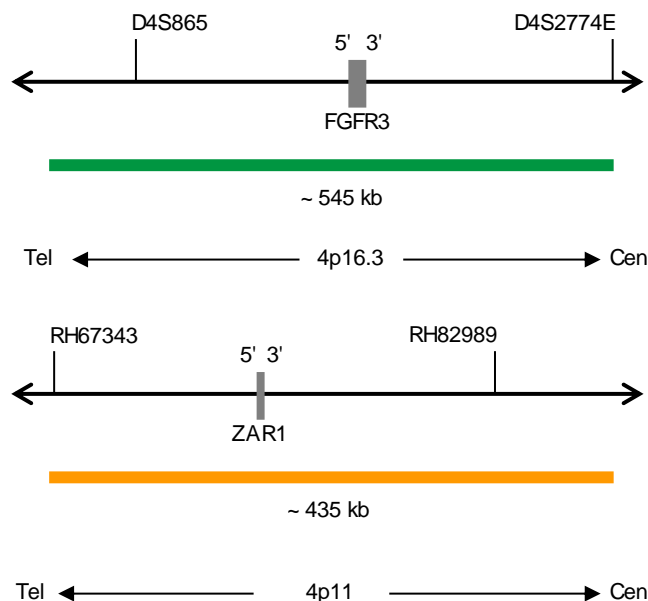

Fig. 1: Cima: SPEC FGFR3 Mapa da sonda; Baixo: SPEC 4p11 Mapa da sonda (sem escala)
- Polinucleótidos (~10 ng/μl) com marcação ZyGreen (excitação 503 nm/emissão 528 nm), dirigidos ao mapeamento de sequências alvo em 4p16.3\* (chr4:1,531,083-2,073,649) contendo o gene FGFR3 (ver Fig. 1).
- Polinucleótidos (~4.5 ng/μl) com marcação ZyOrange (excitação 547 nm/emissão 572 nm), dirigidos ao mapeamento de sequências alvo em 4p11\* (chr4:48,329,914-48,762,386) (ver Fig. 1).